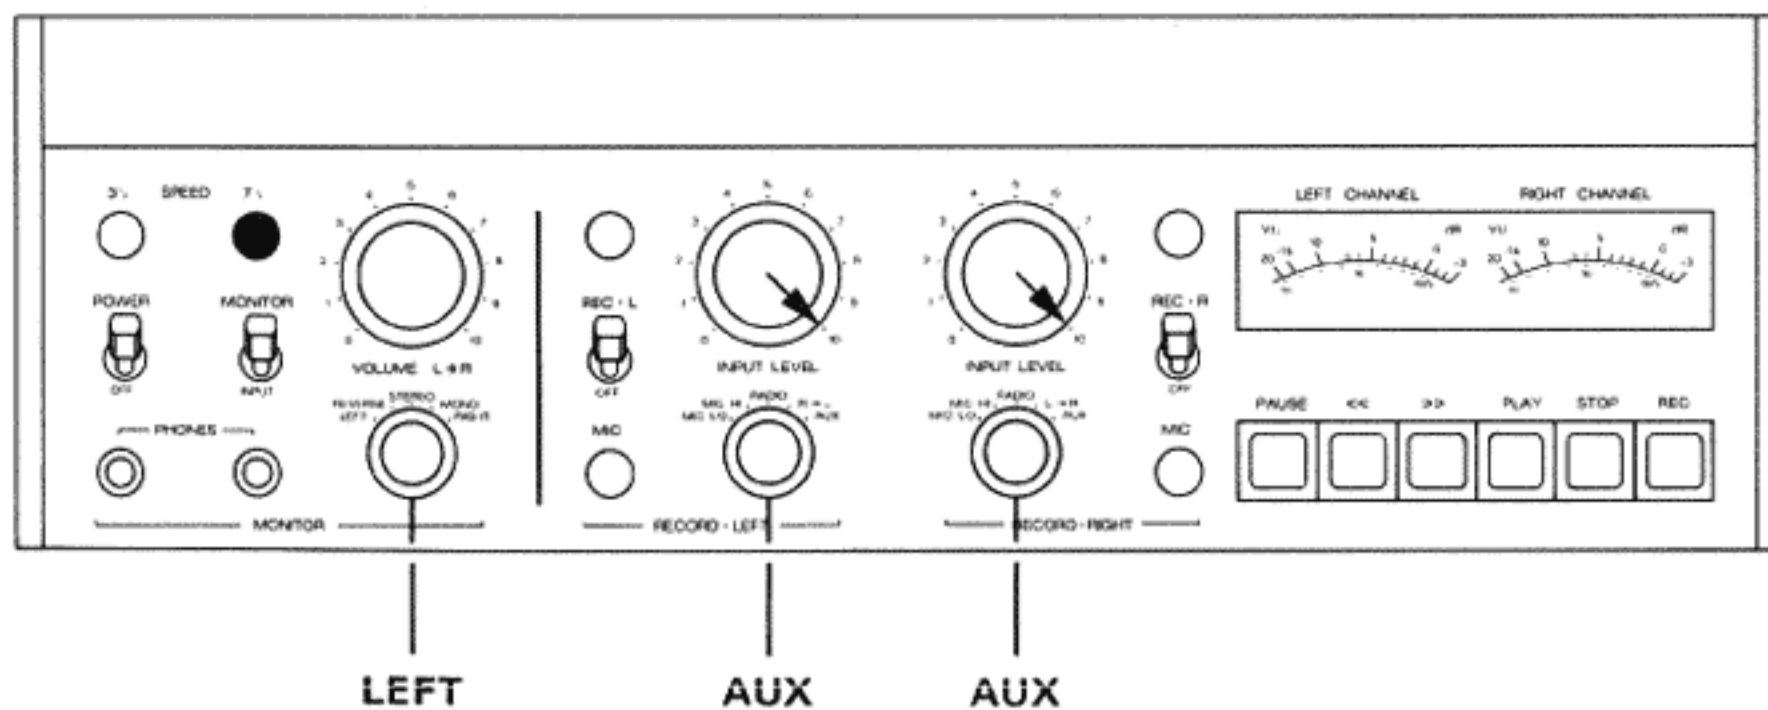

Fig. 6.5.-5
- Bedienungselemente nach Fig. 6.5.-5 einstellen.
- NF-Millivoltmeter an Ausgang (51) OUTPUT anschließen.
- NF-Generator an Anschluss (48) AUX INPUT parallel anschließen (1000 Hz, 0 VU + 6 dB).